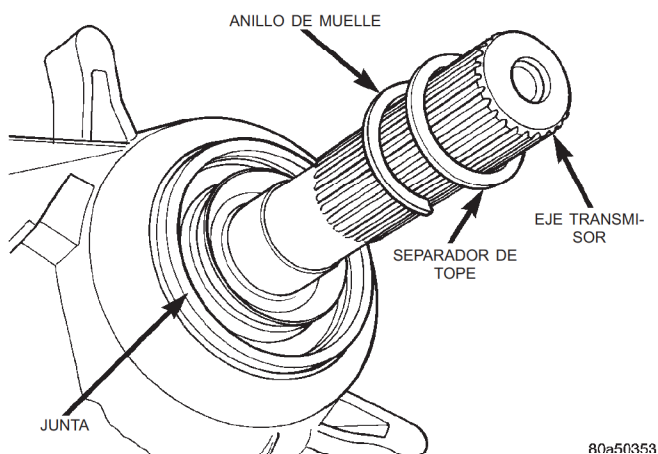

Fig. 11 Separador de tope del deflector y anillo de muelle
(3) Retire el separador de tope del deflector y el anillo de muelle del eje transmisor (Fig. 11).